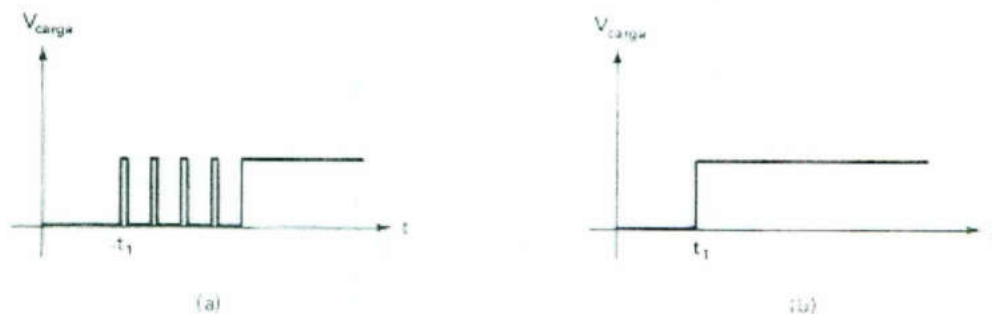

FIGURA 4
- El transistor como interruptor no presenta el *rebote* inherente de los interruptores mecánicos. El rebote es un problema que se presenta en los contactos de un interruptor, el cuál se cierra y abre varias veces (en una sucesión rápida) antes de efectuarse el cierre perfecto. La Figura 4 (a) muestra la forma de onda (ampliada) del voltaje en la carga contra el tiempo, cuando un interruptor mecánico energiza la carga. La Figura 4 (b) muestra la correspondiente forma de onda del voltaje en la carga cuando es un transistor operando como interruptor el que la energiza